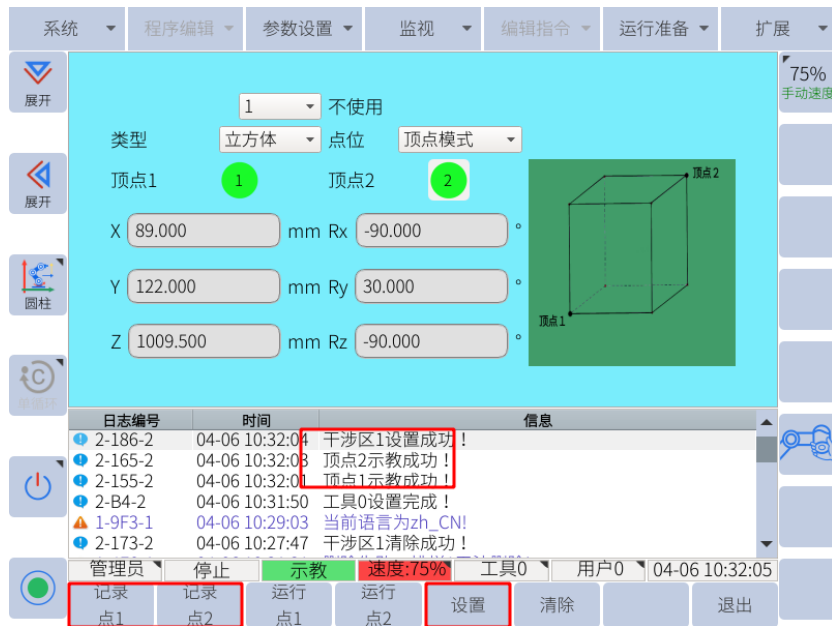

图 6-92: 顶点模式
5. 点击子菜单栏的“设置”，干涉区即设置成功，如图 6-92 所示。